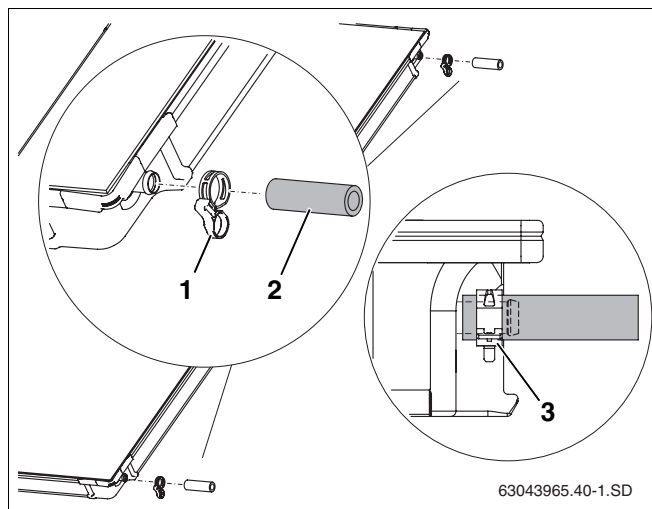

Fig. 39 Prémonter le kit de connexion sur le deuxième capteur
- Glissez les tubes solaires de 95 mm (fig. 39, **pos. 2**) sur les raccords droits du deuxième puis de tous les autres capteurs.
- Glissez les brides du compensateur (fig. 39, **pos. 1**) sur le tube solaire (la deuxième bride assurera le raccordement du capteur suivant).
- Une fois la bride placée correctement, serrez l'anneau de sécurité pour fixer la connexion (fig. 39, **pos. 3**).